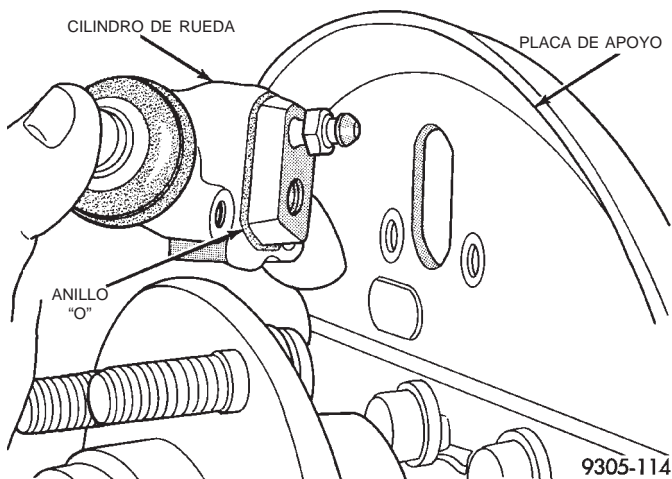

Fig. 97 Desmontaje/Instalación del cilindro de rueda
(8) Retire el conjunto del cilindro de rueda trasera de la placa de apoyo del freno (Fig. 97).